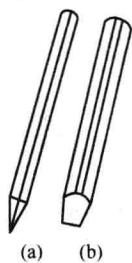

图 1-9 钢凿
⑧ 钢凿。钢凿又称錾子，可用 45 号或 60 号钢锻造。一般直径为 20~28mm，长 150~250mm。其与手锤配合使用，用于开凿石料、异形砖等。其端部有尖头和扁头两种，如图 1-9 所示。